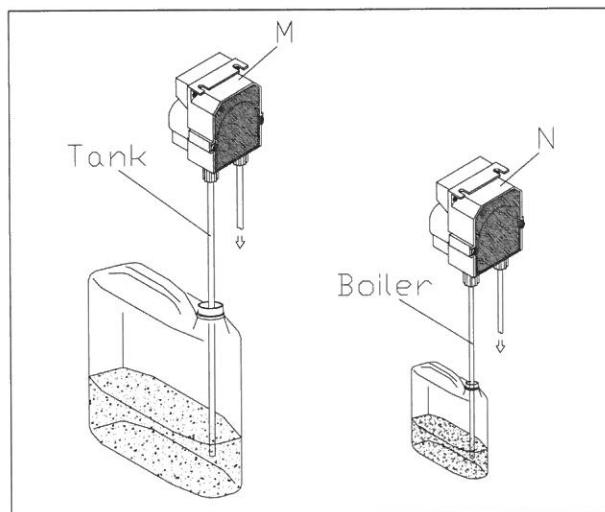

Рис. 3-4
- Настройки дозатора моющего средства (M) (по запросу) и дозатора ополаскивателя (N) выставляет производитель машины. Изменить настройки можно с помощью регулировочных винтов на дозаторах. Емкости для моющего средства и ополаскивателя (если они не поставляются вместе с машиной) необходимо размещать рядом с машиной и подключать сзади машины (к баку для моющего средства и бойлеру для ополаскивателя) (fig.3-4) с помощью прозрачных труб.
- The detergent dispenser (M) (optional) and rinse aid dispenser (N) are regulated by the manufacturer. If the setting needs to be changed, turn the regulating screw on the dispensers. The detergent and rinse aid containers (if not provided with the appliance) should be placed next to the machine and connected to the transparent pipes fitted to the back of the appliance (Tank for the detergent and Boiler for the rinse aid) (fig.3-4).
- Die Dosierer des Reinigungsmittels (M) (auf Anfrage) und des Glanzspülmittels (N) werden werkseitig eingestellt. Für andere Einstellungen die Stellschraube der Dosiervorrichtung regeln. Die Behälter für Reinigungsmittel und Glanzspülmittel (wenn nicht mit dem Gerät mitgeliefert) müssen in unmittelbarer Nähe der Maschine stehen und die Entnahme erfolgt über die durchsichtigen Schläuche (Tank für das Reinigungsmittel und Boiler für Glanzspülmittel) an der Rückseite des Geräts (fig.3-4).
- Les doseurs du détergent (M) (sur demande) et du produit de rinçage (N) seront réglés par le constructeur. S'il vous fallait régler différemment, faire tourner la vis de réglage sur les doseurs mêmes. Les alvéoles à détergent et à produit de rinçage (si non fournies avec l'appareil) seront mises près de la machine et le prélèvement sera effectué par des tubes transparents (Tank pour le détergent et Boiler pour l'agent de brillantage) situés derrière l'appareil (fig.3-4).
- Los dosificadores de detergivo (M) (a pedido) y abrillantador (N) salen de la fábrica regulados por el Constructor. En el caso de que se necesitara una regulación distinta, usar el tornillo de dosificación de los propios dosificadores. Si los contenedores de detergivo y abrillantador no forman parte del equipamiento base, se deben colocar cerca de la máquina; el detergivo y el abrillantador se sacan a través de los tubos de toma transparentes (letrero Tank para el detergivo y Boiler para el abrillantador) ubicados en la parte trasera del aparato (fig.3-4).